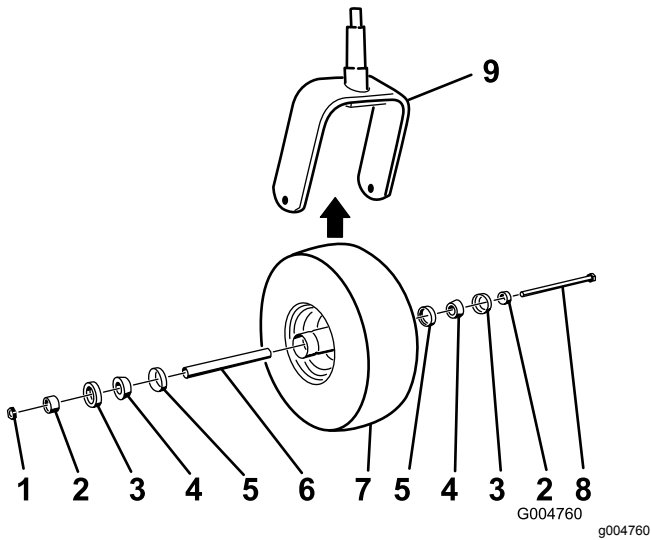

图42
5. 将带有润滑脂的锥形轴承和密封件推入轮毂以安装脚轮位置如图42 中所示。
2. 从螺栓上取下锁紧螺母图42。